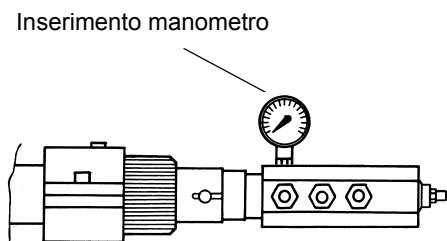

Fig. 19
- (RD) I Alta fiamma
- (BU) II Sosta
- (OG) III Bassa fiamma
- (YE) IV -
- (BK) V -
- (GN) VI -
- 9 La pressione di alimentazione ugello è già pre-tarata in fabbrica e non deve essere cambiata. Solo se necessario, regolare la pressione di alimentazione (vedi relativo paragrafo) nel modo seguente: inserire un manometro nella posizione indicata in Fig. 19 agire sulla vite di regolazione **VR** della pompa (vedi Fig. 18) fino ad ottenere una pressione all'ugello pari a 25 bar (vd. grafico a pag. 20);